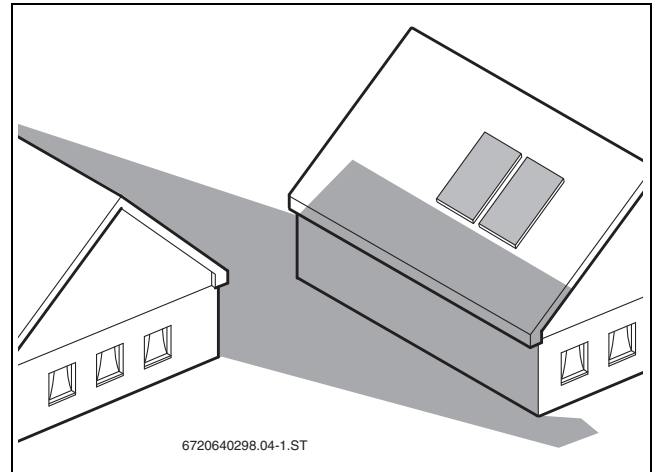

Bild 14 Beschattungen vermeiden
- Mögliche Beschattungen vermeiden (→ Bild 14).